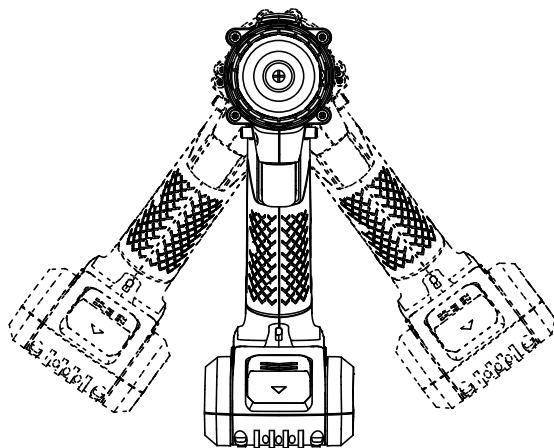

Fig. 15
**Dispositif automatique de verrouillage de l'arbre (fig. 15)**